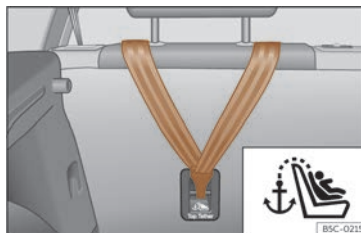

Fig. 43 Arrière de la banquette arrière : ancrage pour la ceinture Top Tether.
Les sièges pour enfants avec système Top Tether sont équipés d'une sangle supplémentaire pour les fixer à un point d'ancrage du véhicule. Ce point d'ancrage est situé à l'arrière du dossier de la banquette arrière et du passager avant¹⁾ (identifié par le symbole ) , et il procure une meilleure retenue >>> **fig. 43**, >>> **fig. 44**.
- Faites glisser la sangle et fixez-la correctement à l'aide de l'ancrage derrière le dossier >>> **fig. 43**, >>> **fig. 44**.